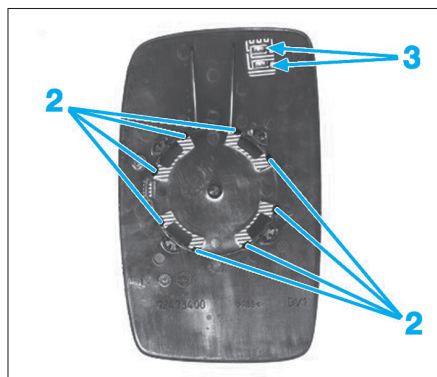

Fig. 62
- Passer la main derrière la glace du rétroviseur extérieur et dégrafer les ergots (2) de fixation (Fig.62).
- Dégager la glace et débrancher le connecteur (3) (si équipé).